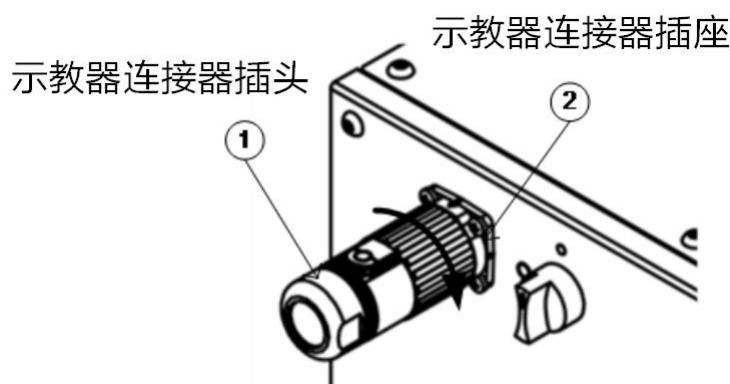

图 4-4 示教器连接
- 连接时将 1 号插头平面与 2 号插座平面对齐，如图 4-4 所示，此时，插头和插座上三角形对齐符号对准，然后将连接器推入，顺时针旋转插头 45 度，将插头插座卡紧。